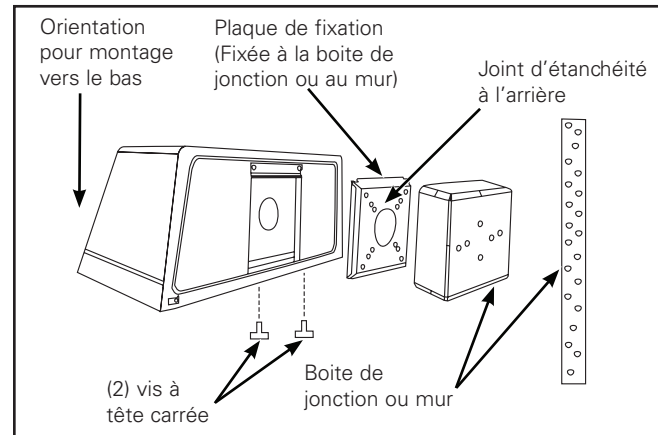

Figure 1.
4. Montez le joint d'étanchéité fixé à la plaque de fixation à la boîte de jonction ou au mur en éloignant le joint d'étanchéité du luminaire puis fixez le tout à la structure. (Figure 1.)